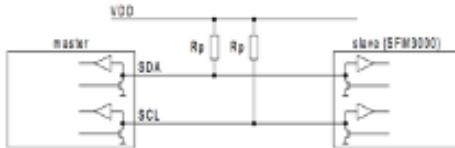

Fig. 2. Beispiel von SDA und SCL mit bi-direktionalen Kommunikation und externerem Pull-up-Widerstand (R_p).
Bei der grundlegenden Kommunikation des I2Cs werden die Übertragung von 8 Bits oder Bytes verwendet. Jedes Slave des I2C Geräts hat eine 7-Bit Adresse, die auf dem Bus eindeutig sein sollen. Jedoch braucht das Master-Gerät keine Adresse, weil das Clock (über SCL) generiert und an die individuelle Slave-Geräte adressiert. Tatsächlich wird die I2C-Adresse durch einen 7-stelligen Binärwert dargestellt. Standardmäßig ist die Adresse auf 64 (1000000b) eingestellt. Sie folgt immer durch ein Schreib-bit (0) und ein Lese-bit (1). Wenn Bit 0 auf 1 gesetzt wird, liest das Master-Gerät vom Slave-Gerät. Siehe Abbildung 2.